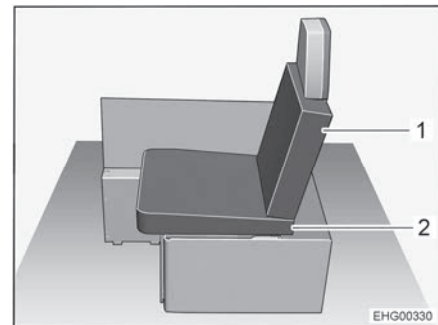

Fig. 25 Après la transformation
- Poser l'un des coussins d'assise de la banquette longitudinale gauche (Fig. 25,2) sur la banquette. Tenir compte de ce que le coussin d'assise est cunéiforme : il doit être légèrement incliné en direction du dossier (voir Fig. 25).
- Poser l'un des coussins supplémentaires fournis contre le dossier du siège emboîtable pour servir de coussin de dossier (Fig. 25,1).